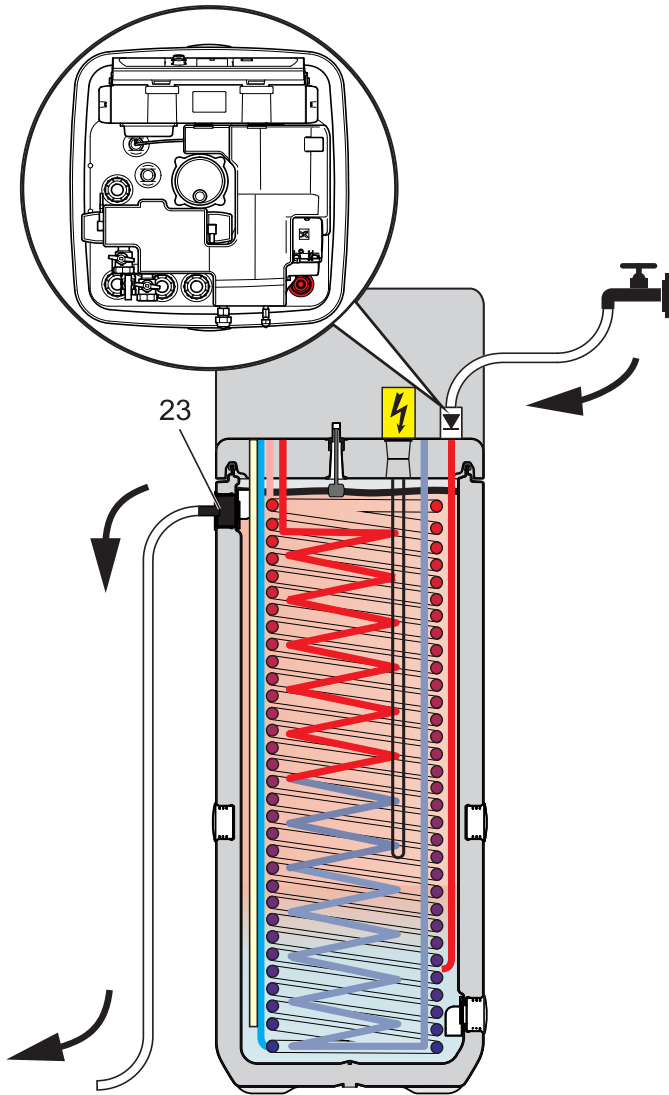

Figura 5-2 Riempimento dell'accumulo inerziale - senza sistema solare
- Collegare il tubo flessibile di riempimento con valvola di non ritorno (1/2") al collegamento "DrainBack Solar - Mandata" (vedere figura 5-2, pos. 1).
- Riempire il serbatoio ad accumulo della HPSU compact finché l'acqua non esce dal raccordo (figura 5-2, pos. 23), che è stato collegato come troppopieno di sicurezza.